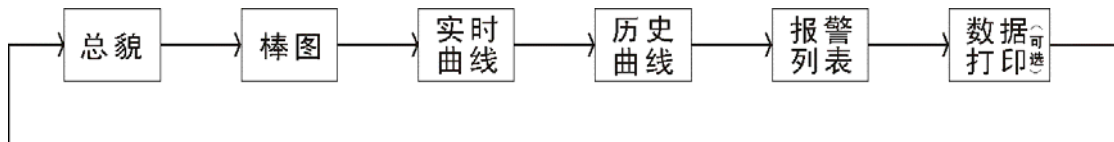

图 5.2 页面显示顺序
- 翻页键：按照下图 5.2 的顺序，按翻页键可以切换到不同的实时显示画面；